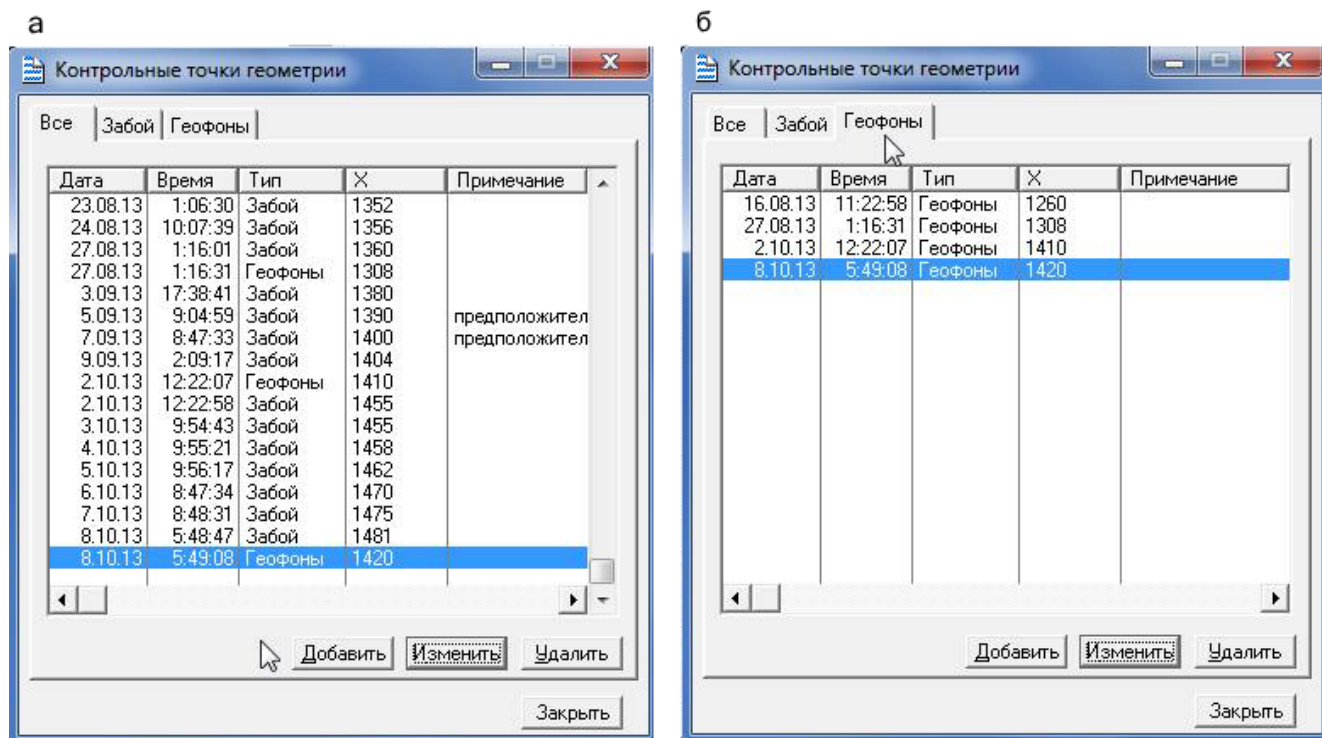

Рисунок 2.7 – Контрольные точки геометрии
- закладка “Все” – показаны все записи (рис. 2.7а);
- закладка “Геофоны” – показаны записи, фиксирующие положение первого геофона в расстановке (рис. 2.7б);